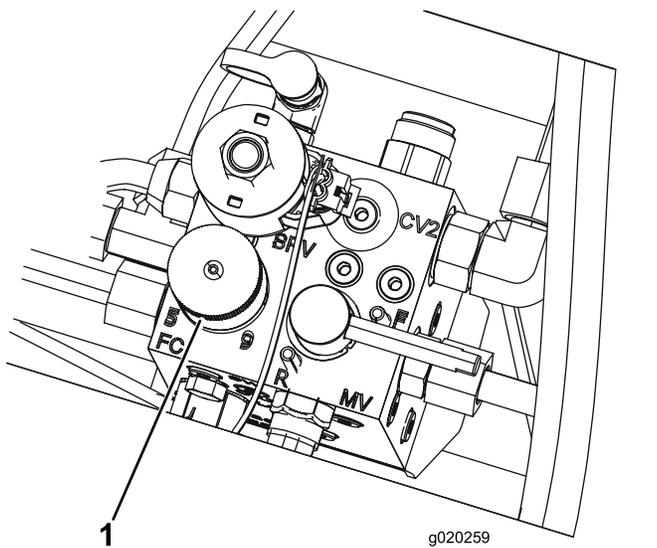

Figura 37
4. Para ajustar a velocidade dos cilindros, rode o manípulo (**Figura 37**) até que a seta indicadora fique alinhada com o número que designa o ajuste desejado.